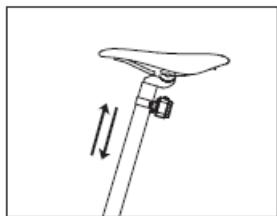

Abbildung 1
- (1) Lösen Sie die Schnellspannklemme der Sattelstütze, stellen Sie die Sattelstütze auf die gewünschte Höhe ein (beim Hochziehen darf die Sicherheitslinie nicht außerhalb des Rahmens sichtbar sein), und ziehen Sie die Klemme wieder fest. (Siehe Abbildung 1)